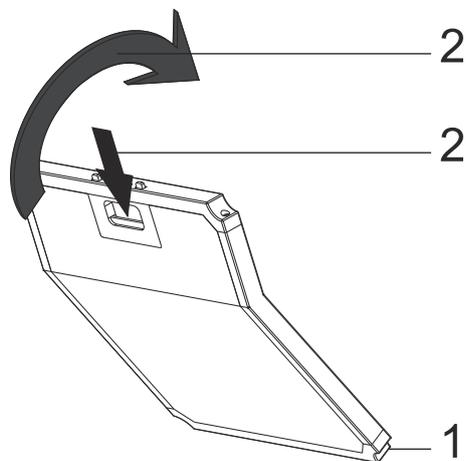

Fig. 6: FILTRO A CARBONI
- 1-Collocare la parte bassa del filtro a carboni attivi sul mobiletto del motore.Fig. 6
- 2-Premere la linguetta del filtro a carboni attivi e premerla in avanti, quindi verificare che le linguette del filtro a carboni attivi siano innestate e bloccate.Fig. 6